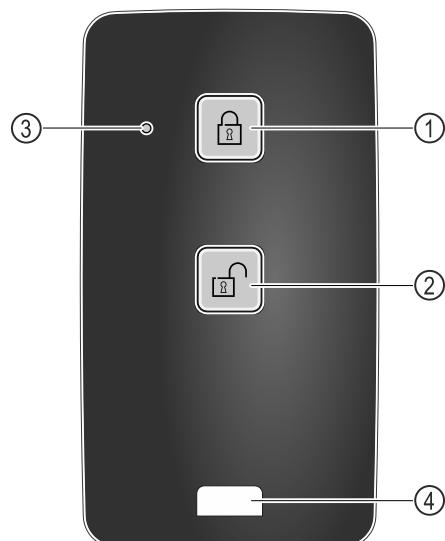

Fig. 139
(1) Blokiranje brave
(2) Deblokiranje brave
(3) Žaruljica stanja
(4) Očica za vezanje
- Pritisnite tipku Fig. 139 (1) na daljinskom upravljaču.
- Pritisnite tipku Fig. 139 (2) na daljinskom upravljaču.
- Žaruljica stanja Fig. 139 (3) daje vizualnu povratnu informaciju kada se neka tipka pritisne.
- Uporabite očicu Fig. 139 (4) za vezanje daljinskog upravljača, na primjer na snop ključeva.